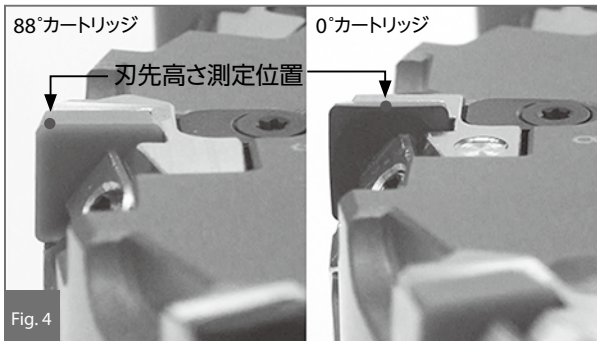

Fig. 4
- ① 刃先高さ測定位置について [Fig. 4] [Fig. 5]
- ② カッタ背面側の調整ねじについて